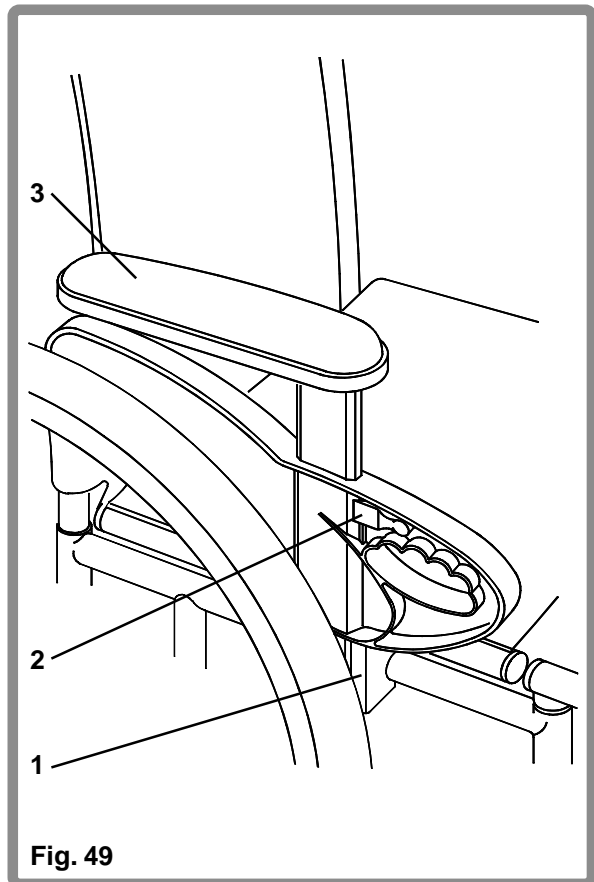

Fig. 49
De armsteun past in de geleider (1). Om de armsteun te verwijderen hoeft u hem alleen maar omhoog te trekken (Fig. 49). U past de hoogte van de armsteun aan door de hendel (2) naar voren te schuiven en de armleuning (3) op de gewenste hoogte te brengen, schuif de hendel vervolgens (2) terug in zijn uitgangspositie.